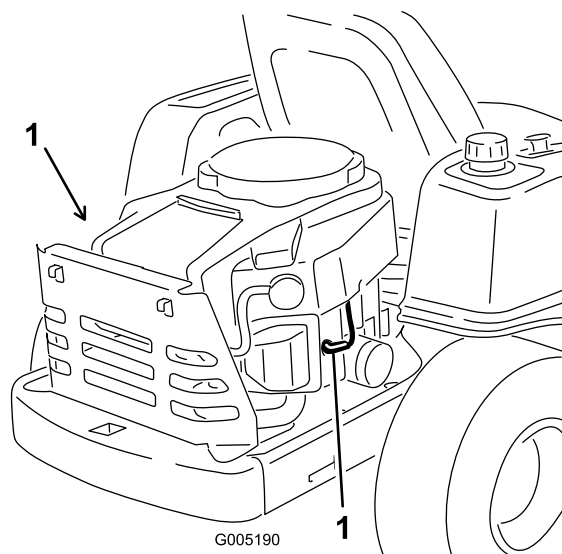

Figura 31
Retire el cable de la(s) bujía(s) (Figura 31).
3. Conecte el cable a la bujía (Figura 31).